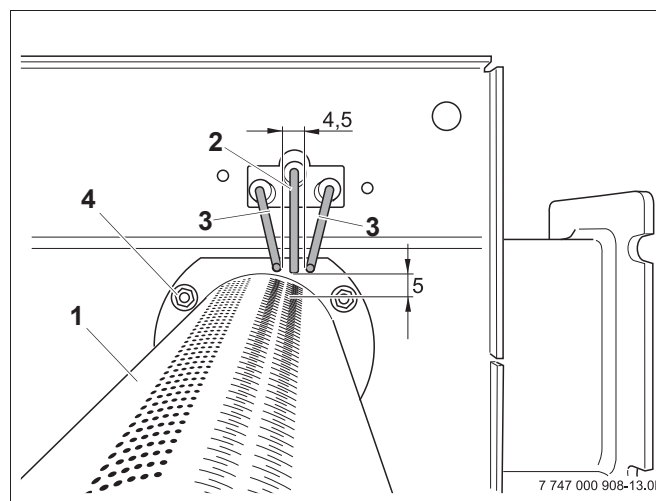

Рис. 57 Проверка положения электродов (размеры в мм)
- Измерьте расстояния между электродами согласно → рис. 57, при необходимости отрегулируйте их.
- Отрегулируйте положение электродов в соответствии с → рис. 57. Электроды должны находиться соосно ряду с прорезью.